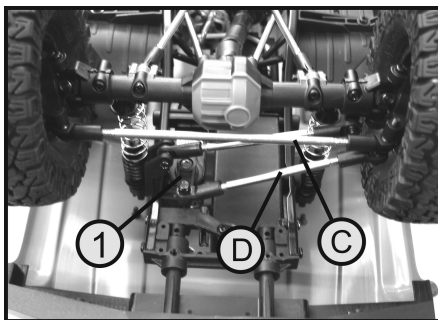

Figura 2
Il braccio del servo deve essere montato rivolto in avanti nella direzione di marcia quando lo sterzo del trasmettitore è in posizione centrale (vedere anche la figura 2 successiva nel presente manuale). A tal fine, mettere in funzione il sistema di controllo remoto e controllare la posizione della leva del servo.
Nella divergenza, le ruote sono rivolte leggermente verso l'esterno (si veda la figura 2, immagine B).
Se il braccio del servo (vedere figura 2, pos. 1) è rivolto in avanti nella direzione di marcia, entrambe le ruote devono essere posizionate in modo che il modellino proceda dritto in avanti.